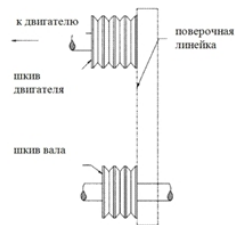

Рисунок 6. Проверка выравнивания ремней
2. Уберите натяжение пока ремни находятся в пазах. Запустите привод примерно на пять (5) минут для «посадки» ремней. Установите максимальную нагрузку. Если ремни проскальзывают, затягивайте их до тех пор, пока они не будут проскальзывать при максимальной нагрузке. Для большинства новых ремней потребуется дополнительное растяжение после их «посадки».
6. Для проверки выравнивания используйте стальную поверочную линейку (см. рисунок 6)